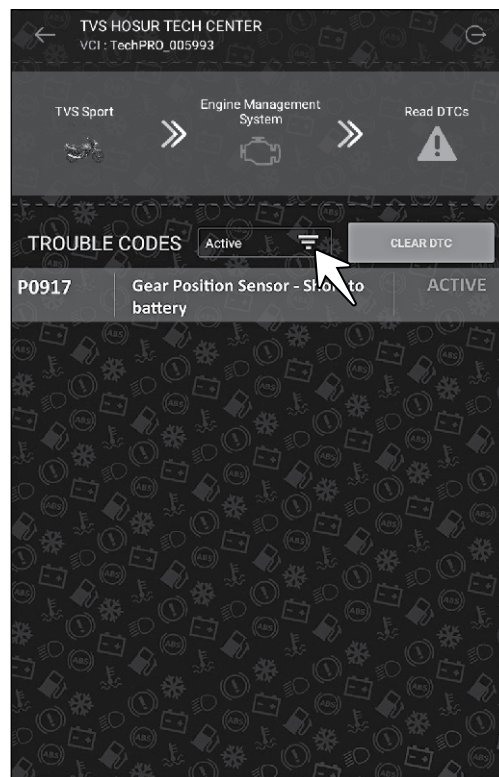

Fig. 7.19
- Ao pressionar o ícone de leitura de DTC, o aplicativo lê os códigos DTC ativos da motocicleta. Se algum DTC estiver ativo, o respectivo código DTC e a descrição do código serão exibidos no aplicativo, conforme mostrado. (Fig. 7.19)